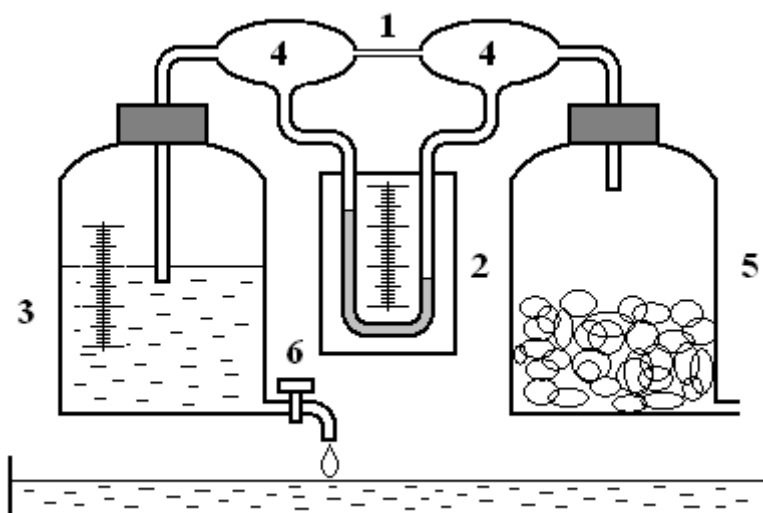

Рис. 1. Установка для измерения коэффициента внутреннего трения и средней длины свободного пробега молекул воздуха.
Установка, изображенная на рис.1, состоит из капилляра (1), спиртового манометра (2), сосуда с краном (аспиратора) для воды (3), стеклянных трубок с расширениями (4), осушительной склянки (5).